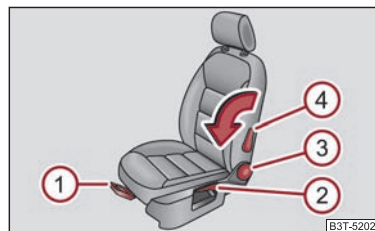

Fig. 68 Elementos de manejo en el asiento
- Tire de la palanca ① ⇒ fig. 68 hacia arriba, desplazando al mismo tiempo el asiento hasta la posición deseada.
- Suelte la palanca ① y desplace el asiento hasta que el enclavamiento encastre de forma audible.
⇒ página 82, fig. 68, a fin de ajustar la inclinación del respaldo.